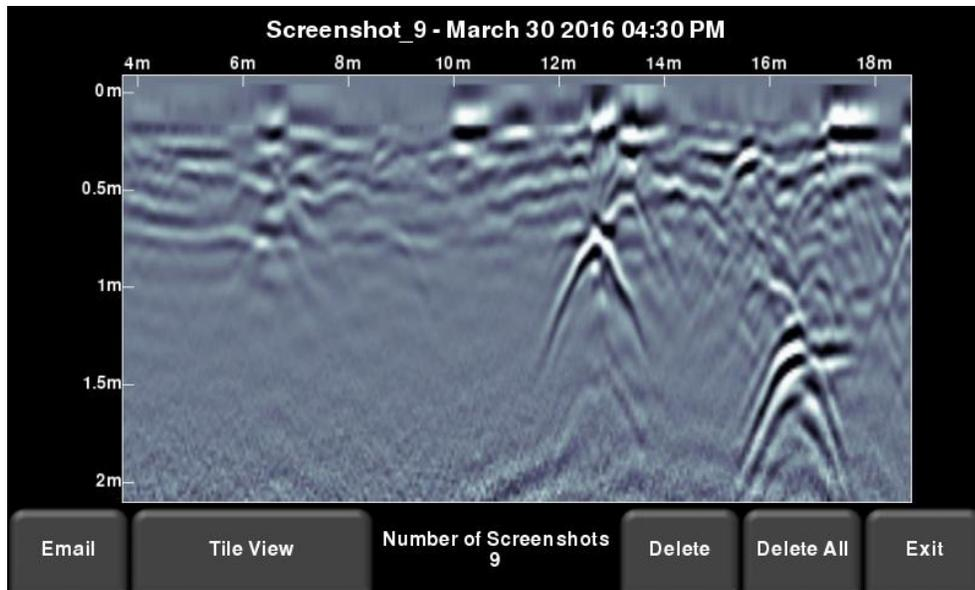

Figure 9-4 – Album des captures d'écran – Affichage en plein écran
**Élargir** – Cette option permet de mettre la capture d'écran sélectionnée en plein écran (Figure 9-4)